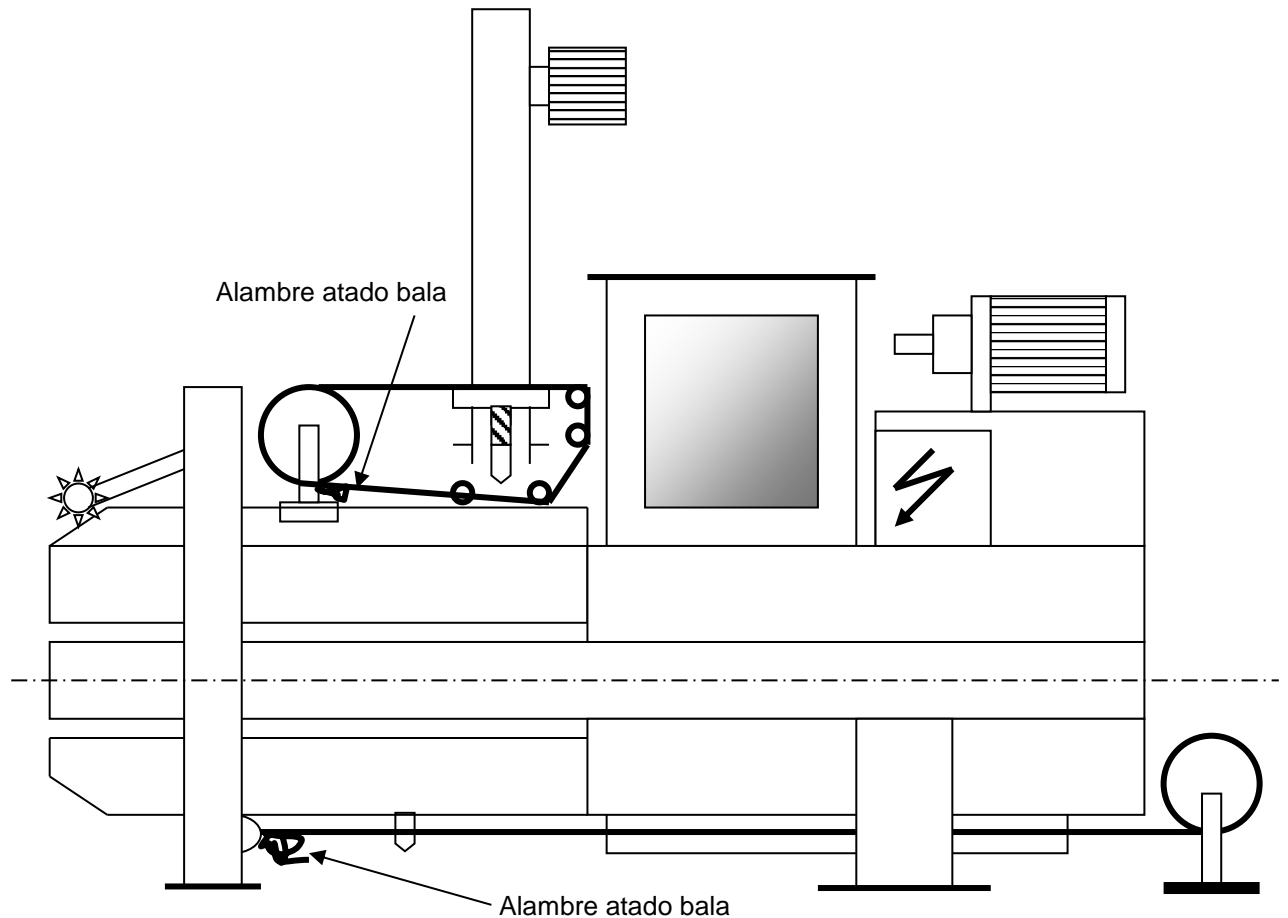

Figura.-1.0
7. Pasar el alambre efectuando el recorrido que se indica en la Figura 1.0, atando el cabo en cualquier parte de la estructura máquina por delante del grupo de atado.